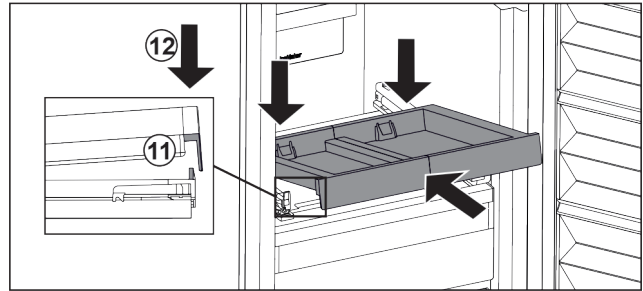

Fig. 173
- ▶ Вставьте, наклоняя вниз. Обратите внимание на то, чтобы на обеих сторонах упор был за накладкой. Fig. 173 (11)
- ▶ Снимите выдвижную панель спереди. Fig. 173 (12)